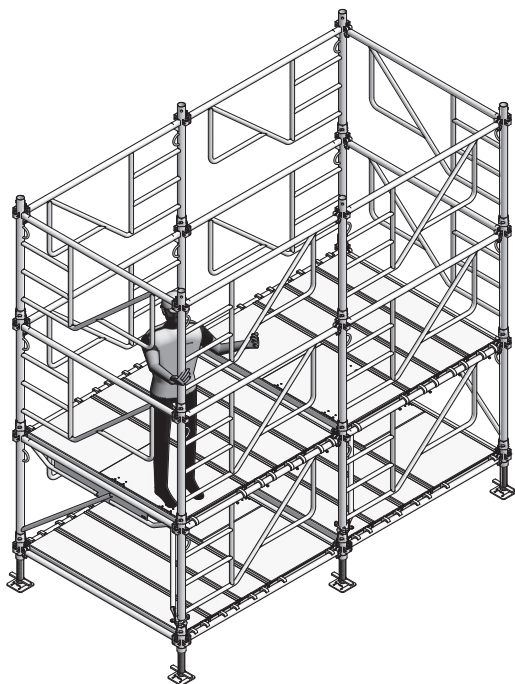

Fig. 18.1
16. Poser les cadres 100 MT à partir du niveau 1 (Fig. 18.1).